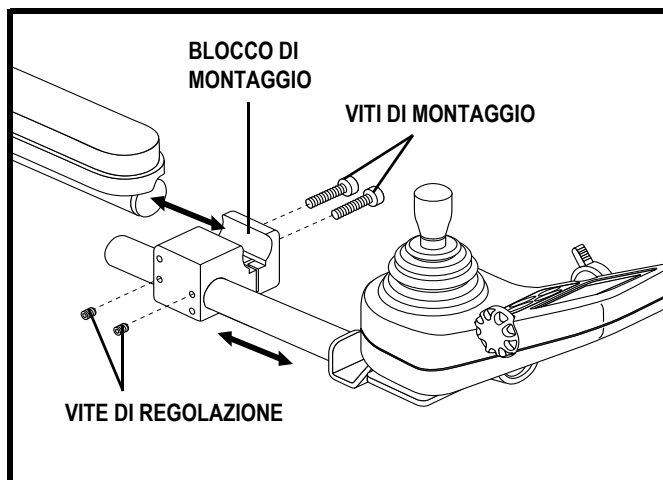

Figura 20. Posizione della centralina (è illustrato il blocco di montaggio standard)
NOTA: Se la Carrozzina è dotata di un sedile speciale, Synergy o di un sistema di posizionamento TRU-Balance, allentare le viti di fermo nel blocco di montaggio, spingere la centralina sulla posizione desiderata e quindi stringere le viti di fermo. **Vedere la figura 20.**
5. Allentare le viti di montaggio nel blocco di montaggio. **Vedere la figura 20.**